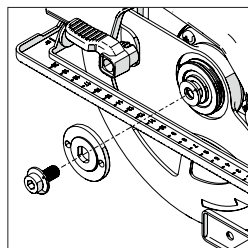

Fig. 4
- À l'aide de la clé hexagonale, desserrez et retirez la vis à tête creuse de l'arbre, les fixations associées et la bride d'entraînement extérieure de la lame. (**Fig. 4**)